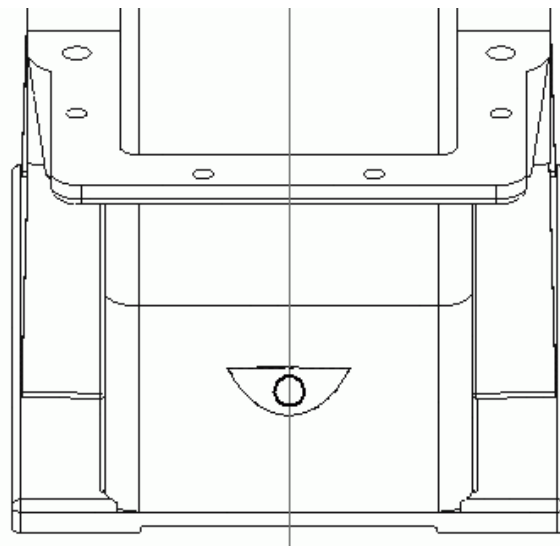

Рис. 3.93. Эскиз первого отверстия в нише
5. Создайте еще один эскиз на плоской грани, образованной сечением по эскизу. В нем прямо под ручкой постройте окружность с диаметром, равным диаметру ступени жезла (рис. 3.93). С помощью измерений на чертеже определяем этот диаметр (он составляет 16 мм). Для данного эскиза проделайте операцию вырезания выдавливанием на расстояние 12 мм в прямом направлении (глубину вырезания также получаем с чертежа).